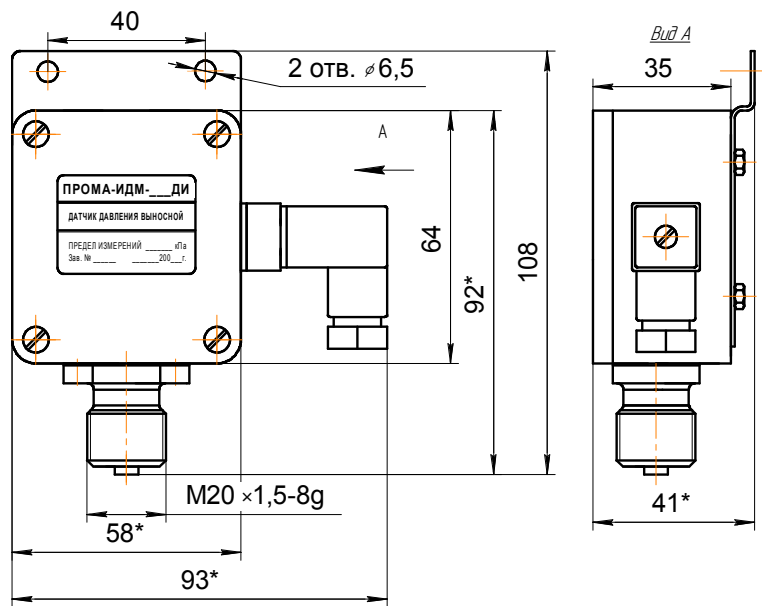

Рис. 4.1. Датчик выносной ПРОМА-ИДМ(В)-ДИ, ДВ, ДИВ. Габаритный чертеж.
- Рис. 4.1. Датчик выносной ПРОМА-ИДМ(в)-ДИ, ДВ, ДИВ. Габаритный чертеж.